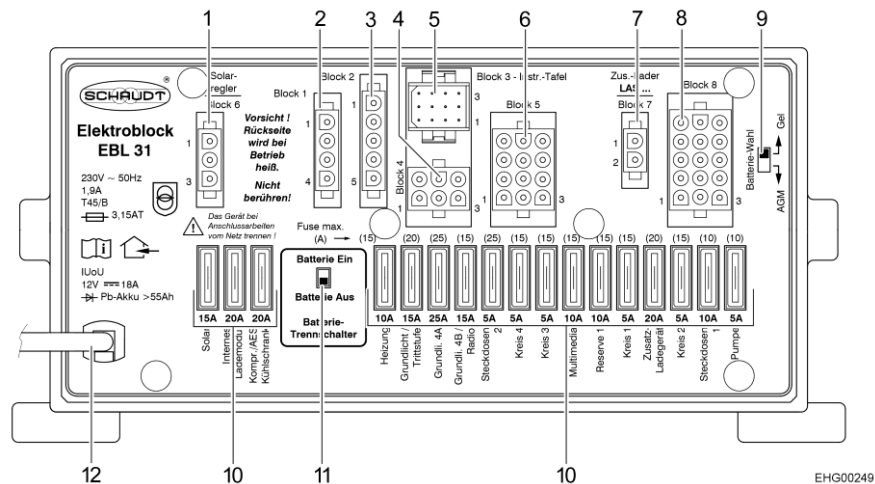

Fig. 84 Centralina elettrica (EBL 31)
- ▷ Le utenze come il blocco elettrico stesso, il pannello, il riscaldamento, il regolatore di carica del pannello solare (se presente) e altri apparecchi consumano una ridotta corrente in standby, quindi col passare del tempo scaricano la batteria dell'abitacolo. Per questo motivo posizionare l'interruttore staccabatteria (Fig. 84,11) sulla centralina elettrica su "Batterie Aus" (batteria Off) quando il veicolo non viene utilizzato per lungo tempo.
Il regolatore di carica del pannello solare rimane in funzione. Per disattivare il regolatore di carica del pannello solare, è necessario sfilare il rispettivo fusibile (Fig. 84,10 "Solar").